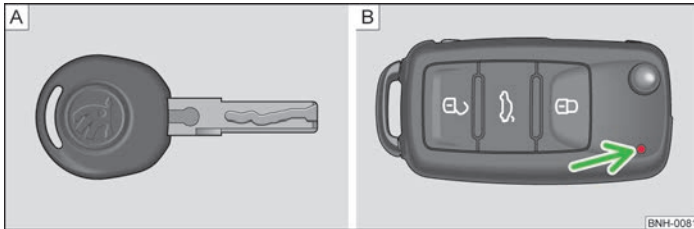
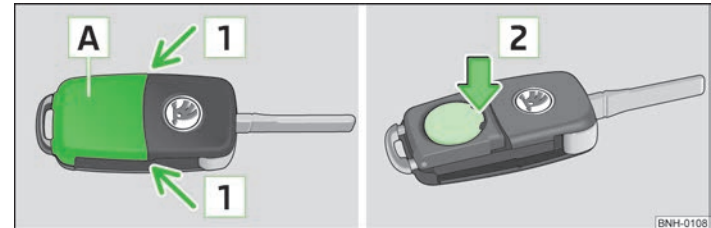

Abb. 7 Schlüssel ohne Fernbedienung / Schlüssel mit Fernbedienung (Funkschlüssel)
Abb. 8 Funkschlüssel: Deckel abnehmen / Batterie herausnehmen
Mit dem Fahrzeug werden zwei Schlüssel ausgeliefert. Je nach Ausstattung kann Ihr Fahrzeug mit Schlüsseln ohne Funkfernbedienung » Abb. 7 - A) oder mit Funkfernbedienung » Abb. 7 - B) ausgestattet sein.
Jeder Funkschlüssel enthält eine Batterie, die unter dem Deckel A) untergebracht ist » Abb. 8. Wenn die Batterie entladen ist, blinkt nach dem Drücken einer Taste auf dem Funkschlüssel die rote Kontrollleuchte » Abb. 7 auf Seite 24 - B) nicht.
- Die Batterieabdeckung mit dem Daumen oder mit einem flachen Schraubendreher im Bereich der Pfeile 1) abdrücken » Abb. 8.